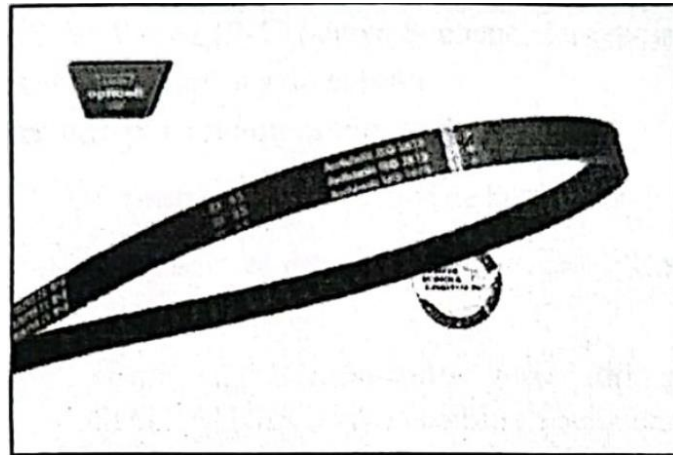

Figura 1.5 Faja Optibelt
- Correa: Optibelt BX65 (Figura 1.5)
- PASO 2:** Realizar una inspección visual priorizando el desgaste de la correa Anitistatic ISO 1813 (Figura 1.5) y reemplazar de ser necesario.